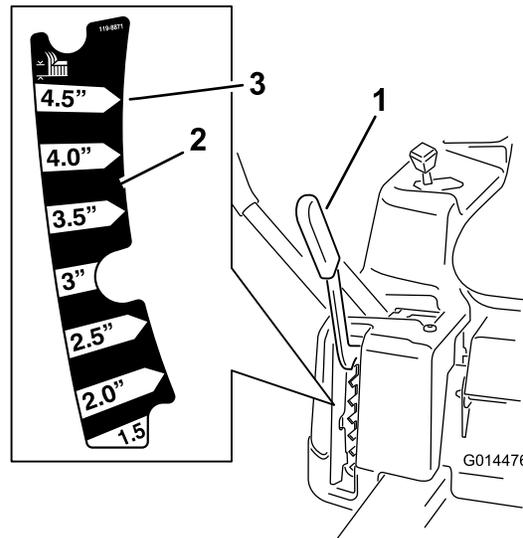

Figure 21
La hauteur de coupe est réglée par le levier situé à droite de la position de conduite (Figure 21).
**Remarque:** La position de transport est la position de hauteur de coupe la plus élevée (115 mm [4,5 po]), comme montré à la Figure 21.